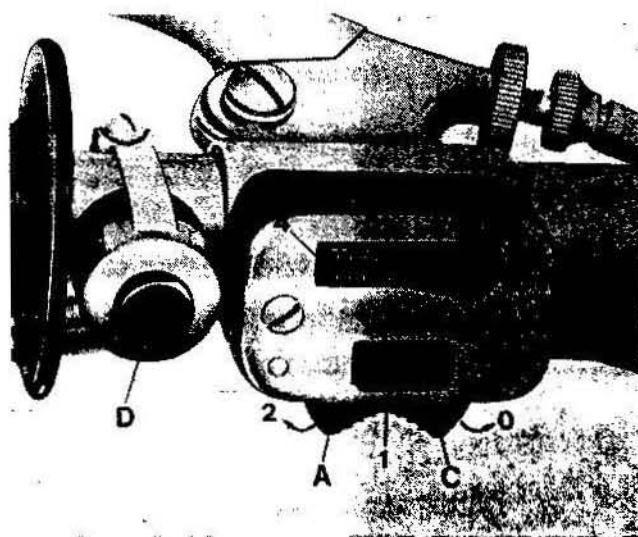

Fig. 118
- « 2 »: macchina pronta per l'avviamento o macchina in marcia. Tutti i comandi sono inseriti. Per la marcia diurna non occorre nessun'altra manovra; per la marcia notturna è necessario azionare le leve (A e B di fig. 118) dell'interruttore-commutatore.
INTERRUTTORE PER ILLUMINAZIONE E PULSANTE COMANDO AVVISATORE ACUSTICO (vedere fig. 118)
PULSANTE SIRENA (vedere D di fig. 118)